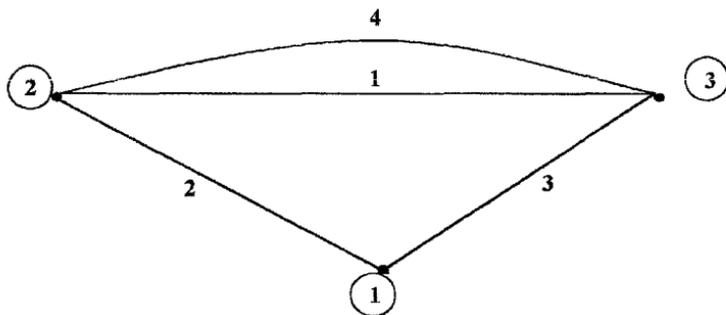

Рис.4.
- узлы заданные в распечатке располагают в произвольном порядке и соединяют их линиями в соответствии с вариантом задания, затем обозначают соответствующие ветви(рис. 4.);